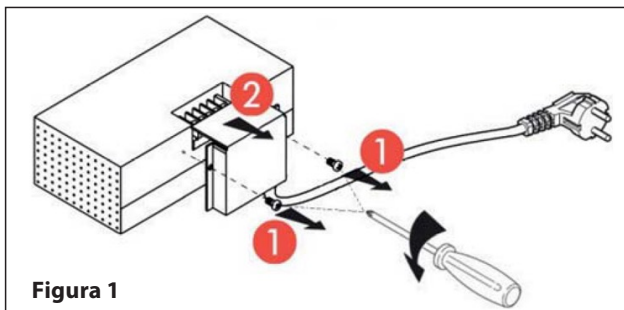

Figura 1
3. Rimuovere la copertura del morsetto con un cacciavite **(Figura 1)**.